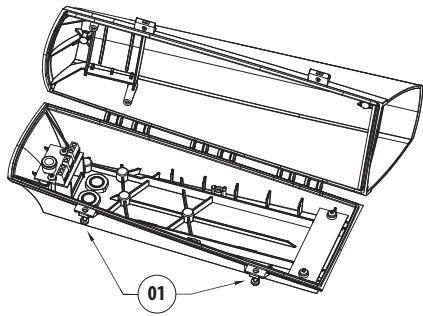
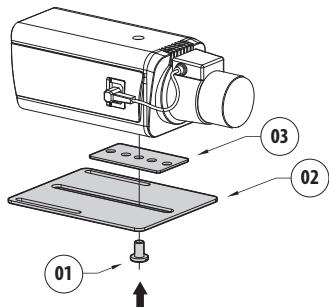
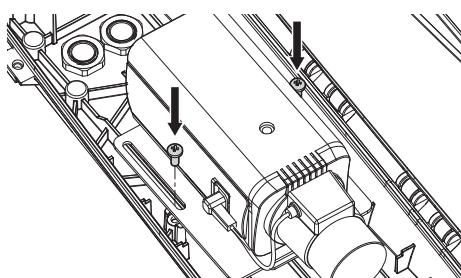

Fig. 01
Fig. 02
Fig. 03
Zum Öffnen des Gehäuses (Fig. 01, Seite 7), lösen Sie die 2 Schrauben auf der Seite (01). Befestigen Sie die Kamera (Fig. 02, Seite 7) an die Halterung (02) mit der 1/4"- Schraube (01) und, falls erforderlich, stellen Sie das isolierende Abstandstück zwischen die Kamera und die Halterung (03). Befestigen Sie die Kamerahalterung (Fig. 03, Seite 7) mit den 2 Schrauben.
Nehmen Sie den Trockenmittel- Salzbeutel aus seiner transparenten Verpackung und setzen Sie ihn in das Gehäuse (8). Dann schließen Sie das Gehäuse (Fig. 01, Seite 7) mit den Schrauben(01) so bald wie möglich, um die Trockenmittel-Fähigkeit des Salzbeutels zu halten.